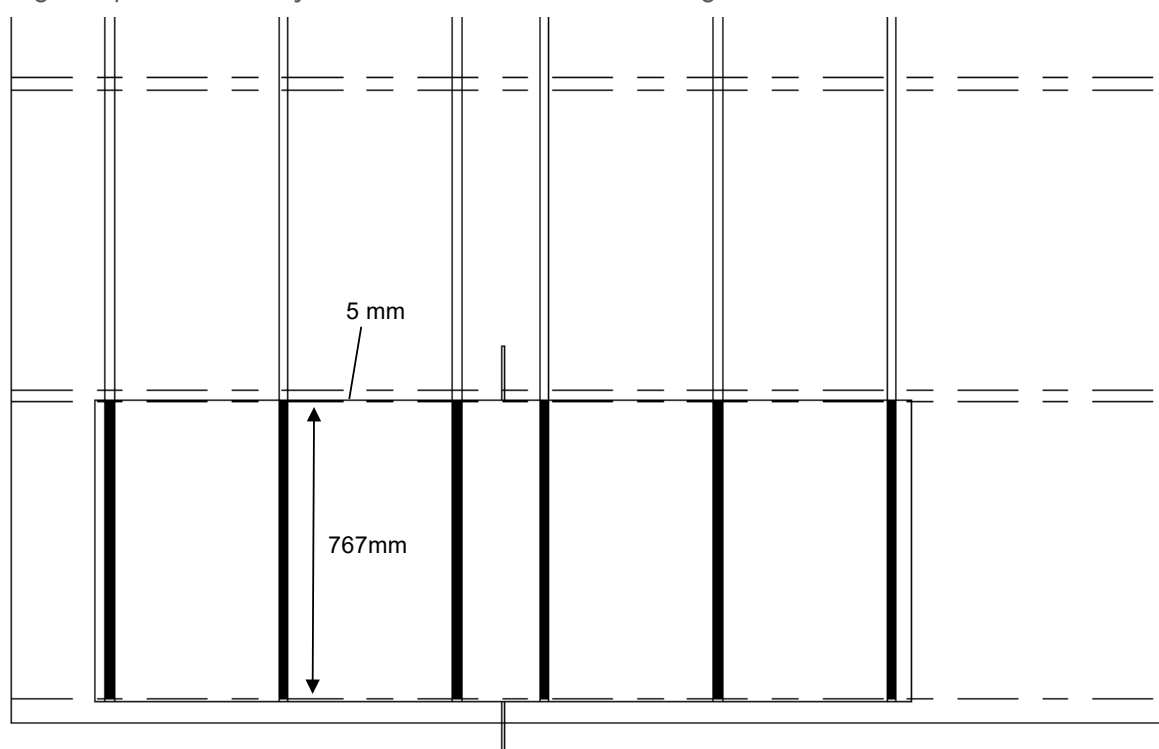

Figura 12
- ④ O comprimento do tubo de suporte é de 2390 mm, que é igual ao comprimento do adesivo aplicado na parte inferior. O comprimento do adesivo estrutural entre o tubo de suporte e o produto superior é de 767mm, e as duas extremidades são recuadas 5 mm a partir do lado longo do produto Galaxy Plus (conforme mostrado na Figura 12).